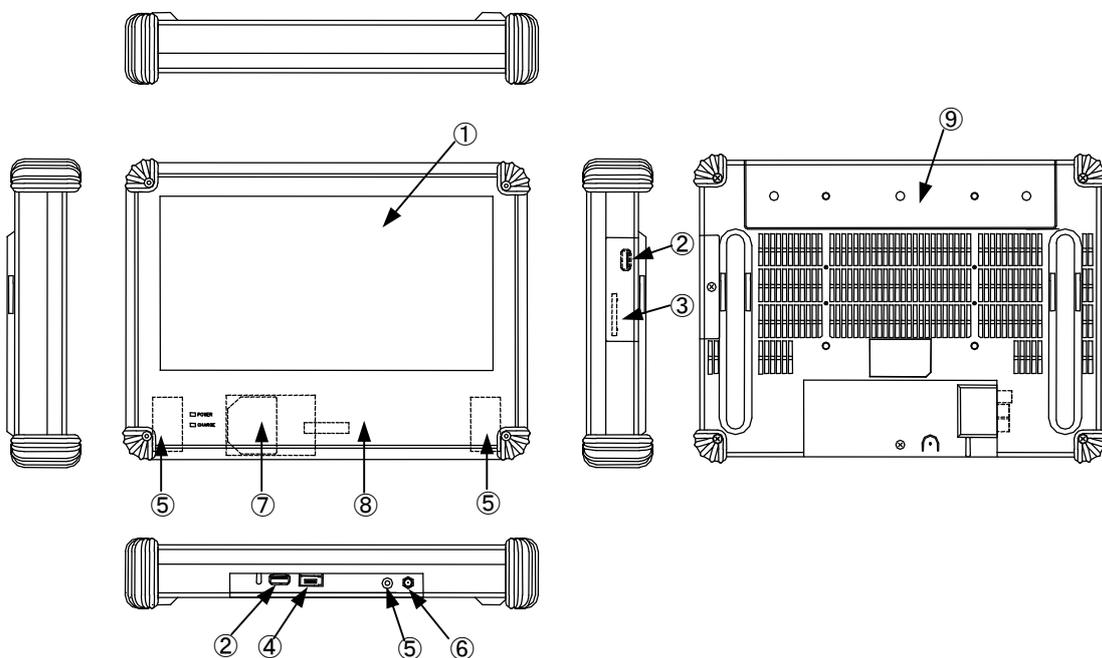

図 3-1-1. 外形図（AM450A）
AMシリーズ本体（AM450A）の外形図を図3-1-1に示します。各部名称を表3-1-1に示します。
一般的な Windows と同様に、デスクトップ表示、アプリケーション表示を行います。AM シリーズでは LCD (図 3-1-1 ①) でデスクトップ表示を行います。
COM1	SIO (図 3-1-1 ④) アプリケーションでシリアル通信に使用できます。